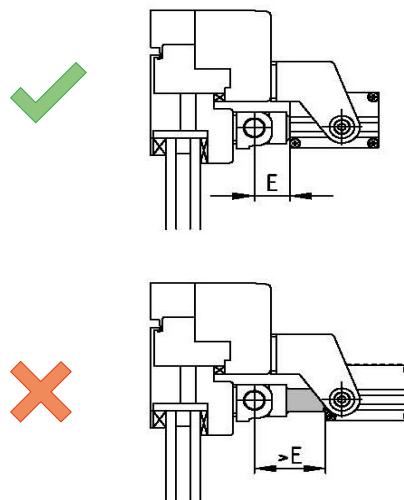

Abbildung 4: Endposition
**!** Es ist sicherzustellen, dass die Antriebe immer ihre Endposition erreichen können, da sonst die interne Endabschaltung nicht gewährleistet ist. Benutzen Sie die Lagerbolzen (Einstellbereich) zur Justierung. Ein Dauerbetrieb über die Lastabschaltung ist nicht zulässig (siehe Abbildung 4).